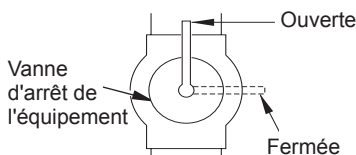

Figure 14 - Vanne d'arrêt de l'équipement
1. Fermez la vanne d'arrêt de l'équipement (voir figure 14).
1. Ouvrez la vanne d'arrêt de l'équipement (voir figure 14).
4. Fermez la vanne d'arrêt de l'équipement (voir figure 14, page 13).